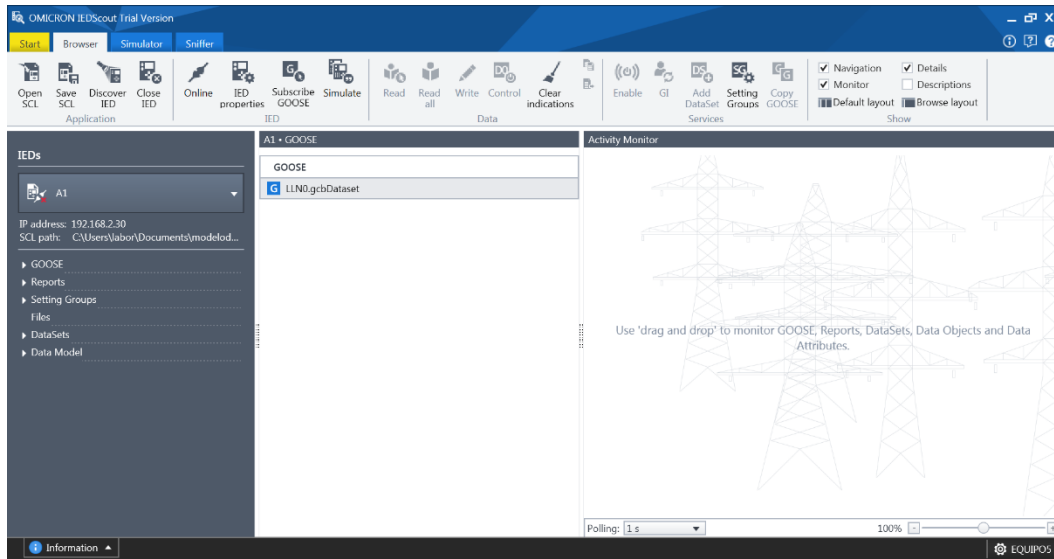

Imagen 402_Configuración del REF615 en IEDScout.
6.1.6 Se desplegará la siguiente pestaña como en la **Imagen 402** en donde podemos observar toda la documentación y configuración que se encontraba dentro del relevador al momento de crear el archivo “modelodedatosREF615.cid”.